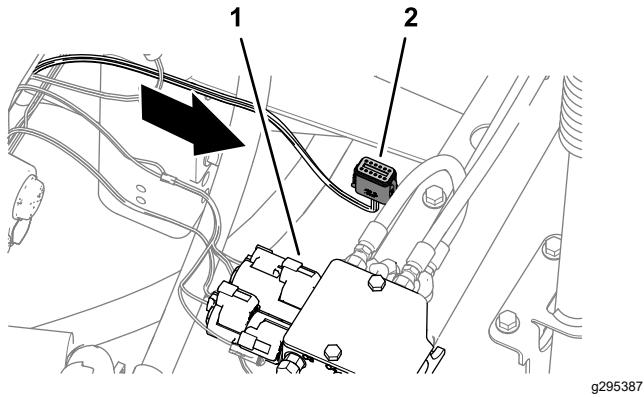

Figure 53
2. Acheminez le connecteur à 12 douilles du faisceau de câblage avant vers la vanne de levage des rampes (Figure 53).